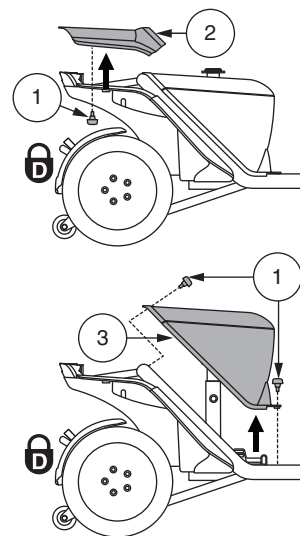

Figura 11. Rimozione/installazione della scocca della batteria
1. Rimuovere il sedile e la scocca posteriore. Vedere figura 11.
- a. Sollevare la scocca posteriore togliendo le due (2) viti che la fissano al telaio del PMV e poi sollevare la scocca verso l'alto ed allontanarla dal PMV. Vedere figura 11.
- b. Sollevare la scocca del pacco batterie togliendo le quattro (4) viti che la fissano al telaio del PMV e poi sollevare la scocca verso l'alto ed allontanarla dal PMV. Vedere figura 11.